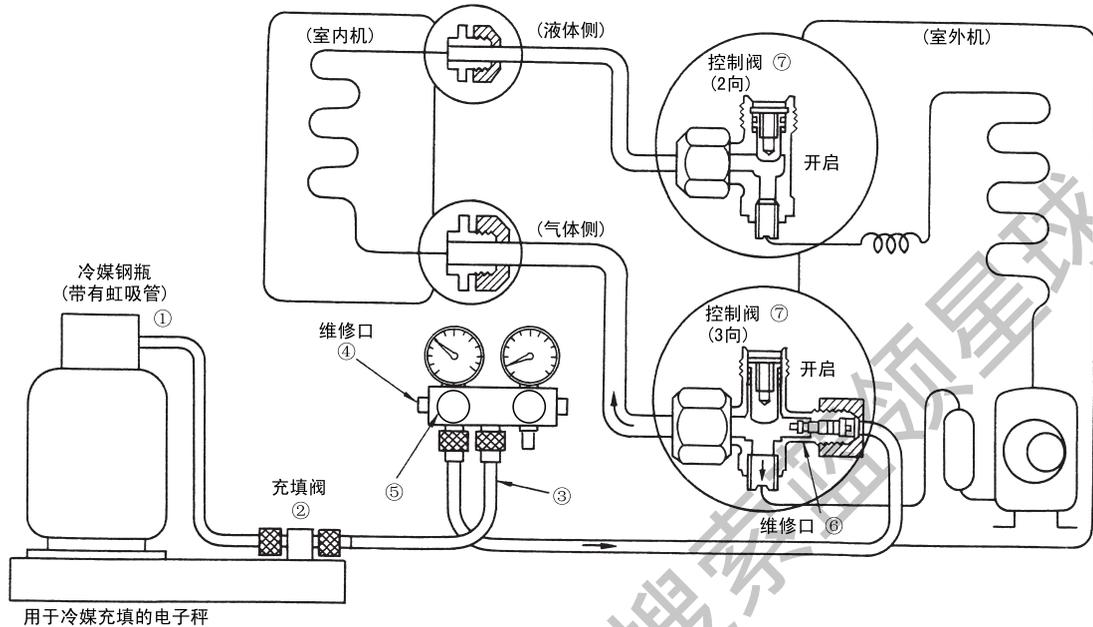

图7 追加冷媒充填的构造
(2) 追加冷媒充填要求的冷媒配管长度要长于标准配管长度(在执行以上(1)中的步骤e)后执行以下步骤, 请参见图7)